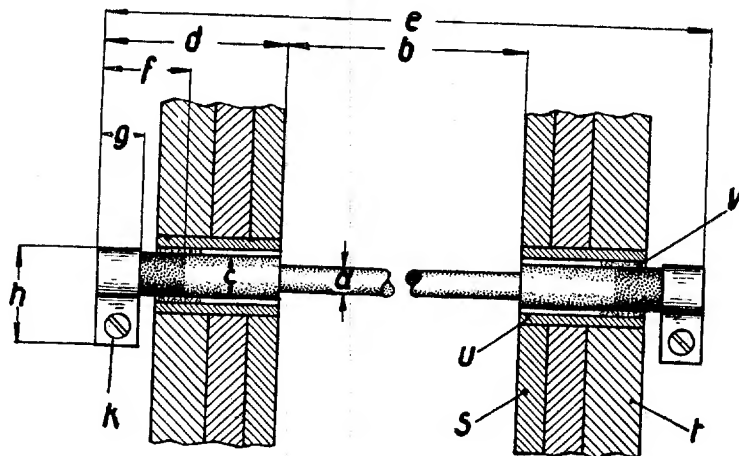

Bild 2. Normaler waagerechter Stabeinbau.
2. die Glühlänge des Stabes (Maß b i. Bild 2) möglichst genau mit dem Innenmaß der Muffel übereinstimmt,
(Bild 2—5)